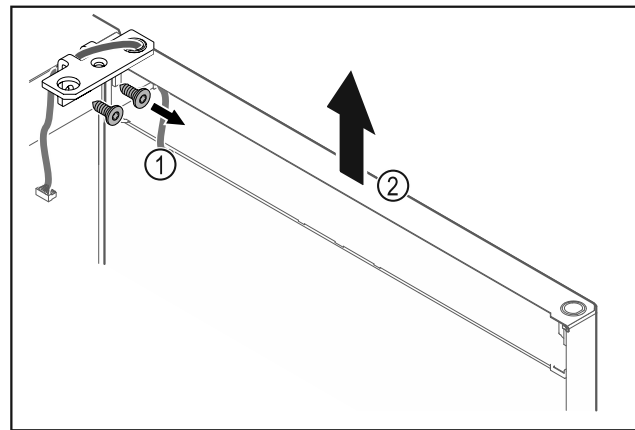

Fig. 17
- Dévisser l'équerre de la charnière Fig. 17 (1).
- Soulever la porte (équerre de charnière incluse) Fig. 17 (2) d'environ 200 mm et la retirer.